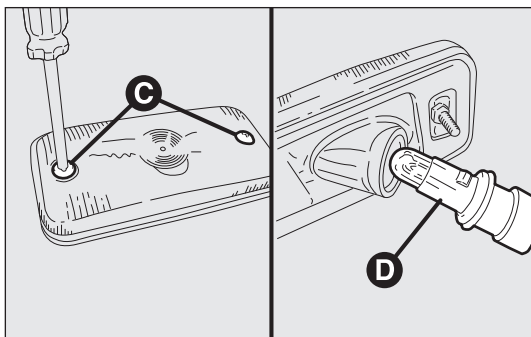

fig. 199
- Skruva ur de två fästskruvarna C-fig. 199 och ta bort lyktan.